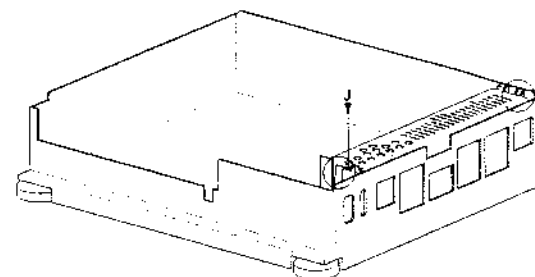

FIG. 2-4
- Schraube J (siehe Fig. 2-4) lösen.